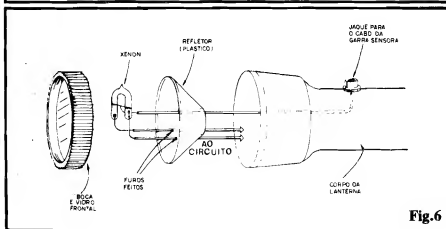
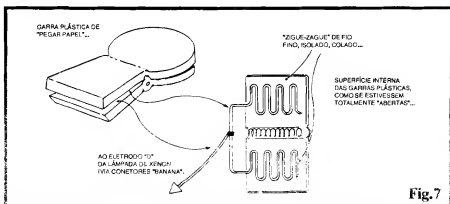

Fig.6
Fig.7
**- FIG. 6 - "AGASALHANDO" O CIRCUITO...** - No diagrama, fica claro como o corpo da lanterna de pilhas solicitado em **OPCIONAIS/DIVERSOS (LISTA DE PEÇAS)** é aproveitado para um elegante e funcional acabamento externo da SP... A placa de Circuito Impresso, estreita e longa, fica no interior da lanterna, ocupando o mesmo lugar originalmente destinado às pilhas da dita caixa... Pedacos de espuma de nylon podem perfeitamente servir como "calços" internos, mantendo firme o Impresso, e contribuindo para a isolamento geral do conjunto... Ainda na parte ciliadrice mais "fina" do corpo da lanterna (pode-se até, para isso, aproveitar o "buraco" original do interruptor normal da lanterna, após a remoção pura e simples desse implemento...) deve ser instalado o conector "banana fêmea", ao qual, internamente, vai ligado o cabo que vem do terminal "D" de disparo da Xenon... Um ponto importante aquelas "fitas" metálicas que normalmente encontram-se agregadas ao interruptor original da lanterna também devem ser removidas, não só porque desnecessárias, mas também porque podem (em vista das altas Tensões envolvidas...) estabelecer percursos de
**- FIG. 7 - CONSTRUÇÃO DA GARRA SENSORA** - A garra (pegador de papel) plástica indicada em OPCIONAIS/DIVERSOS, e que funcionará como sensora, "agarrada" a um cabo de vela do motor do veículo, deve ser preparada conforme ilustra o diagrama: à parte interna das suas duas "mandíbulas" deve ser colado, com adesivo forte, um pequeno "zigue-zagu" de fio fino isolado... Depois de bem fixados, os dois "zigue-zagu" devem ser eletricamente reunidos, e ligados ao cabo longo (cerca de 1,5m) e flexível, terminado, na sua "outra" ponta, por um conector "banana macho" (destinado à junção com a respectiva "fêmea" situada no corpo da lanterna adaptada - ver FIG. 6 e 9...).